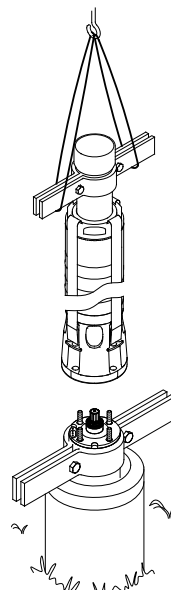

Fig. 20 Lyft pumpen på plats
3. Lyft pumpdelen i rörklämmorna som sitter på förlängningsröret. Se fig. 20.